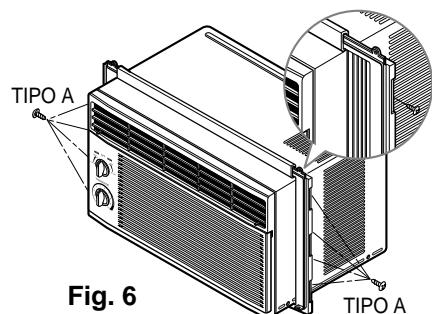

Fig. 6
- Introduzca los paneles en los guías del aire acondicionado. Las cortinas atorníllelas con los tornillos (TIPO A), como en la Fig. 6.